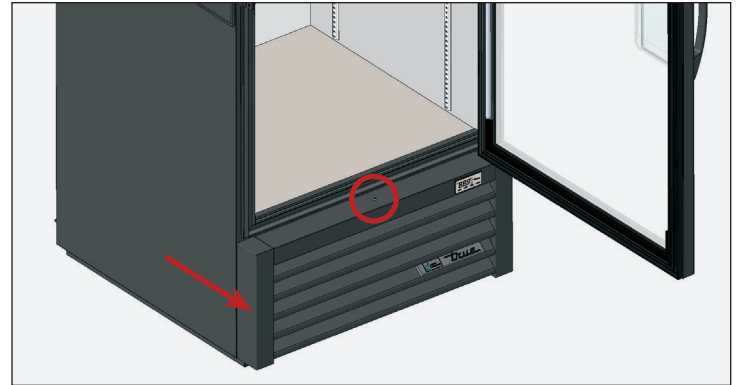

Abb. 1. Lage der Schrauben, mit denen das vordere Lüftungsgitter befestigt ist.
1. Das vordere Lüftungsgitter abnehmen. Siehe Abb. 1.